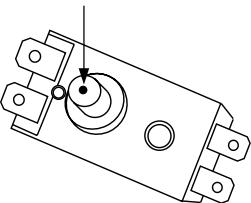

Рис. 9
чтобы течение воды совпадало с направлением стрелки на корпусе клапана. На отверстие сброса давления предохранительного клапана (см. рис.9) оденьте дренажную трубку для отвода воды (возможно появление при нагревании) в канализацию.
- нажать до щелчка кнопку, расположенную по центру термовыключателя рис. 9;
6. Воду можно слить через комбинированный предохранительный клапан (рис.9) (для этого открутите винт ручки слива комбинированного предохранительного клапана и переведите ручку слива в верхнее положение, при этом кран выхода горячей воды должен быть открыт, а кран подачи холодной воды в водонагреватель должен быть перекрыт).